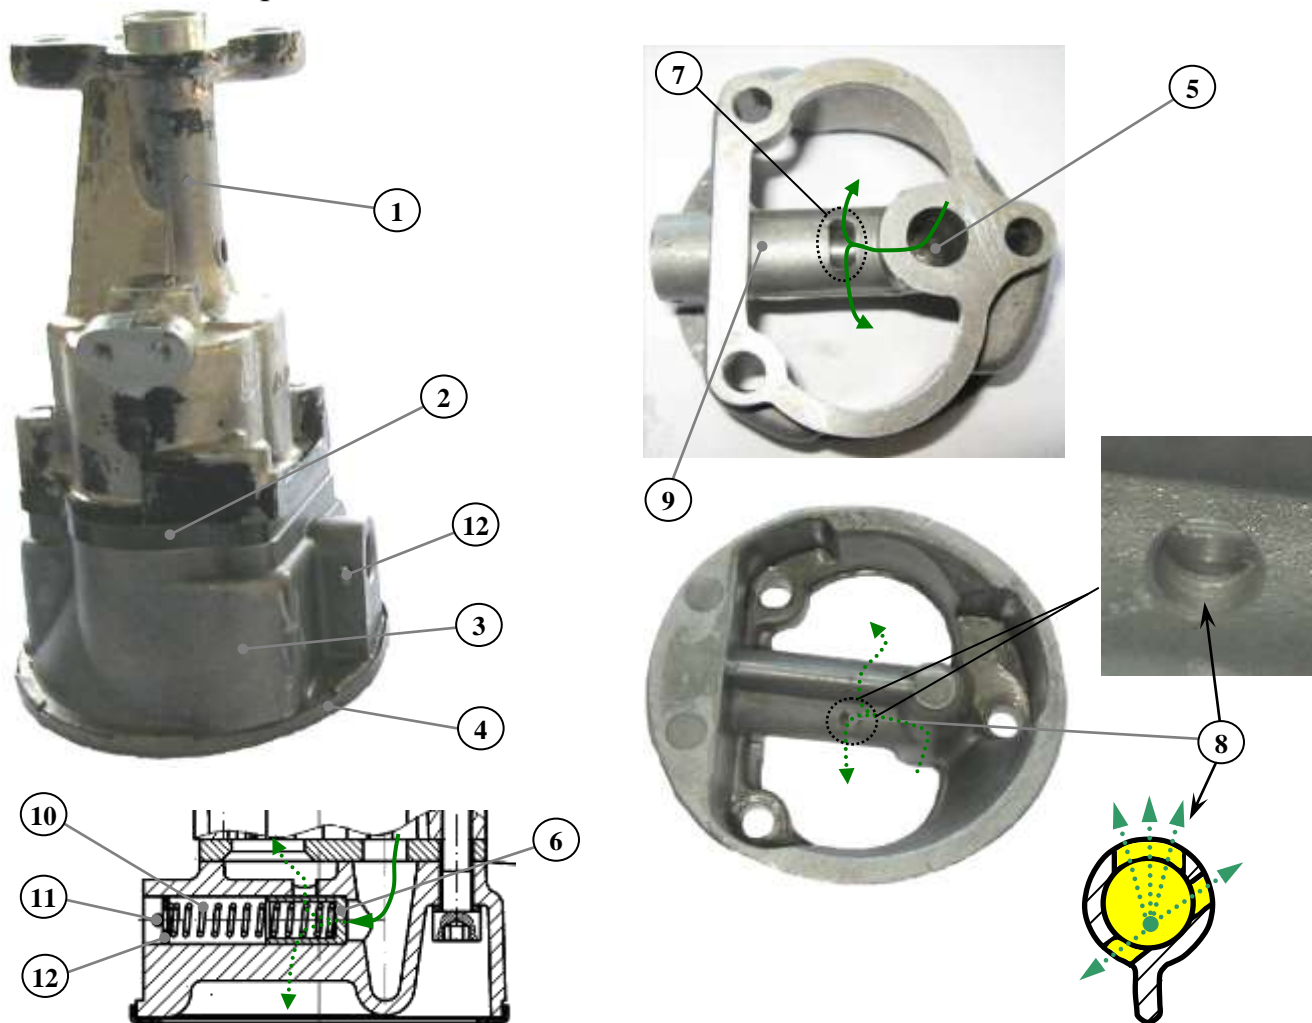

Рис. 34. Масляный насос:
**Масляный насос** (рис. 34) – шестеренного типа, установлен внутри масляного картера и крепится к блоку цилиндров двумя болтами и держателем масляного насоса. Высота шестерен 40 мм.